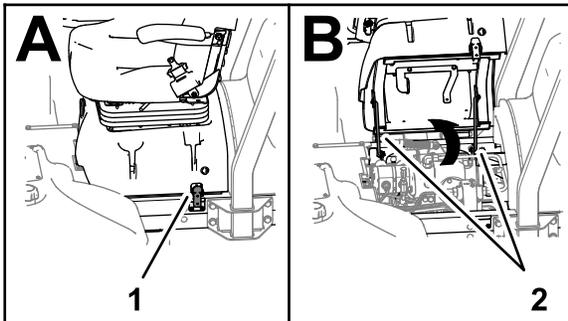

Figura 4
1. Sbloccate la base del sedile, inclinate aperti il sedile e la base, e sostenetelo con le aste di sostegno (Figura 4).